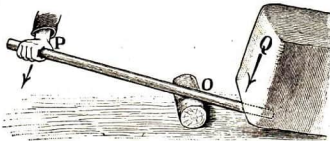
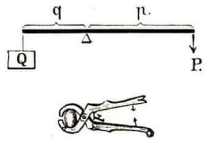

Abb. 78. Die Brechstange
Abb. 79. Zweiseitige Hebel
**1. Der Hebel dient zum Heben einer Last um einen geringen Betrag.** Er ist meist eine unbiegsame **Stange**, die um einen **Stützpunkt** drehbar ist (Abb. 78).
Am Hebel wirken im einfachsten Falle zwei **Kräfte**: Kraft und Last, (Erkläre dies an Abb. 78!)
**Schülerübung:** Miß in Abb. 78 u. 79 die beiden Hebelarme!
**2. Die drei Arten der Hebel.** a) Der gewöhnlichste Hebel ist der zweiseitige. Bei diesem liegt der Drehpunkt zwischen Kraft und Last. (Vgl. Abb. 78 und Abb. 79.)
Daher sagte schon **Archimedes** (222 v. Chr.), der Entdecker des Hebelgesetzes: „Gebt mir einen festen Punkt und eine genügend lange Hebelstange, so hebe ich die Erde aus ihren Angeln!“ — Ein kleiner Knabe kann auf der Balkenschaukel auch einem großen Knaben das Gleichgewicht halten. Miß in Abb. 81 das Verhältnis der Hebelarme  $OA : OB$  und gib dein Urteil über das Gewicht der Knaben ab! — Mache es ebenso in Abb. 78 und 79!